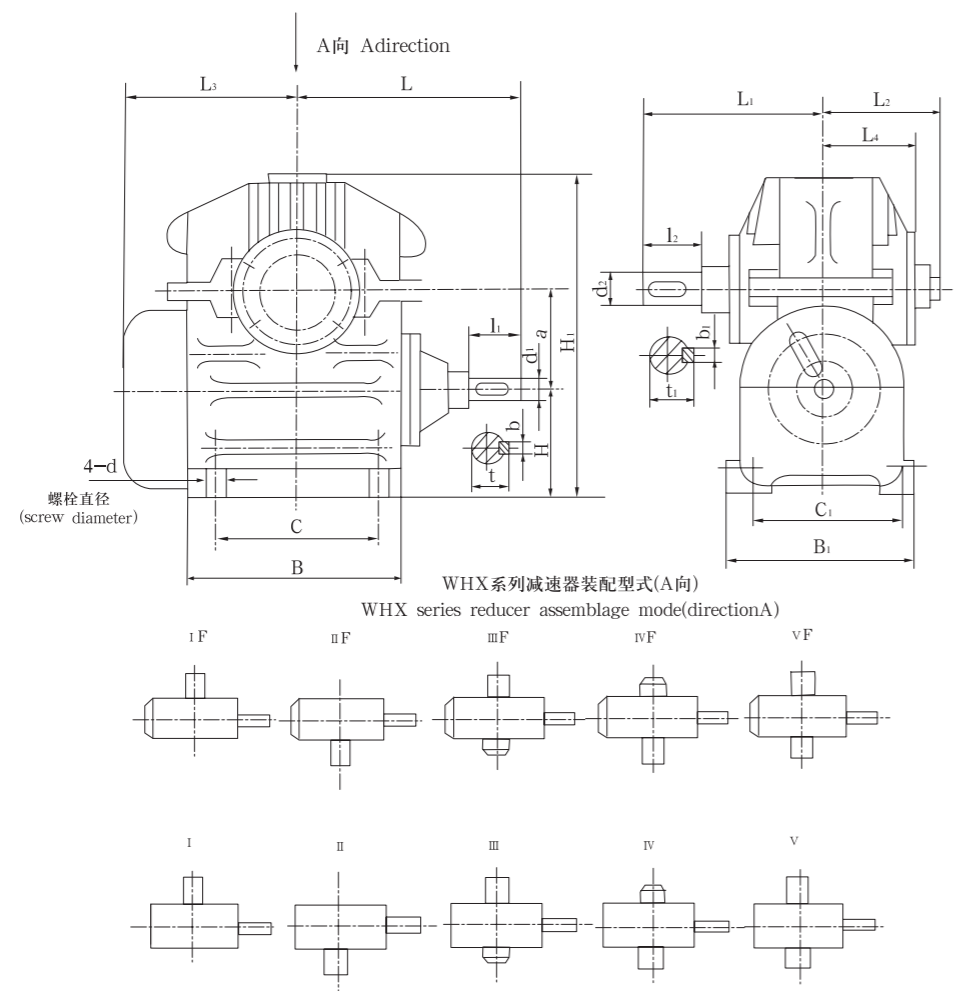

图3 Drawing 3
b) WHX 型——蜗杆在蜗轮之下，见图 3。
#### 4.2 WHX 系列减速器的外形及安装尺寸见图 3，表 5。